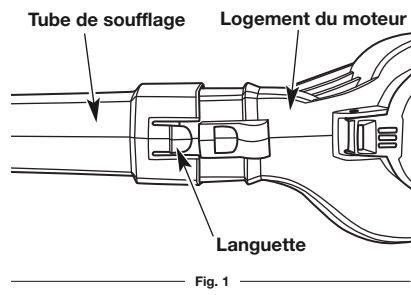

Fig. 1
1. Faites glisser l'extrémité la plus large du tube de soufflage par-dessus l'ouverture avant du logement du moteur jusqu'à ce que la languette du tube de soufflage soit insérée dans l'ouverture du logement du moteur et parfaitement en place (Fig. 1).